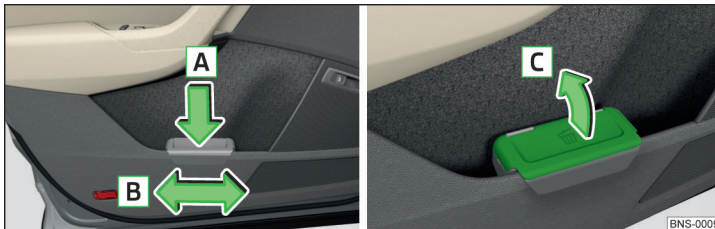

Abb. 115 Abfallbehälter: einsetzen und verschieben / öffnen
- Den Abfallbehälter im hinteren Bereich in Pfeilrichtung **A** eindrücken » Abb. 115.
- Den Abfallbehälter entgegen der Pfeilrichtung **A** herausnehmen » Abb. 115.
- Den Deckel in Pfeilrichtung **C** anheben » Abb. 115.